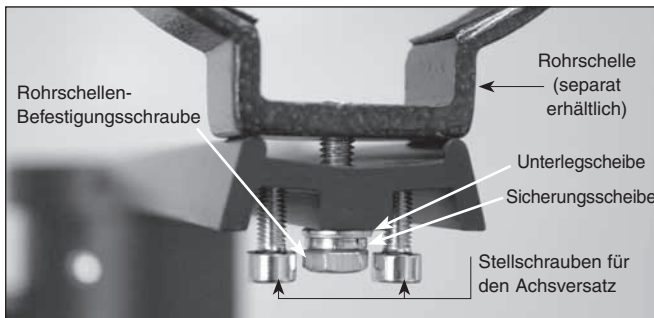

Abbildung 5. Hier gezeigt: Die Rohrschellen Montageplatte oder Schwalbenschwanz-Montagegestange, mit Rohrschelle (separat erhältlich) befestigt.
1. Wenn Sie die mitgelieferten Schwalbenschwanz-Montagegestange verwenden, befestigen Sie die Rohrschellen an der Stange mit den enthaltenen Schrauben. Führen Sie dazu die Schrauben durch die mittleren Bohrungen an den Enden der Montageplatte und schrauben Sie sie wieder in die Rohrschellen. Beachten Sie, dass die Seite der Montageplatte mit der „Nut“ in der Mitte nach oben weisen muss (**Abbildung 5**). Verwenden Sie einen kleinen Schraubenschlüssel, um die Rohrschellen an der Montageplatte zu befestigen.
Hinweis: Die Rohrschellen-Montagegestange hat vier versetzte Stellschrauben an der optischen Achse, die sich an jeder Ecke der Montageplatte befinden. Die Stellschrauben für den Achsversatz müssen mit dem Gewindenschaft nach oben ausgerichtet sein, sodass dieser über die Oberfläche der Montageplatte für die Rohrschellen hinausragt, wenn Sie die Schraube anziehen. Wenn bei der Montagegestange die Stellschrauben für den Achsversatz verkehrt herum installiert sind, drehen Sie sie in die Ausrichtung wie sie in **Abbildung 5** gezeigt ist, bevor Sie weitermachen. Bestätigen Sie, dass alle vier Einstellschrauben ausreichend eingeschraubt wurden, sodass die Enden der Gewindespindeln bündig mit der oberen Oberfläche der Montagegestange sind.
- Öffnen Sie den Dek-Arretierhebel, und schwenken Sie das Optiktrohr des Teleskops in eine Position parallel zur RA-Achse (**Abbildung 5**).